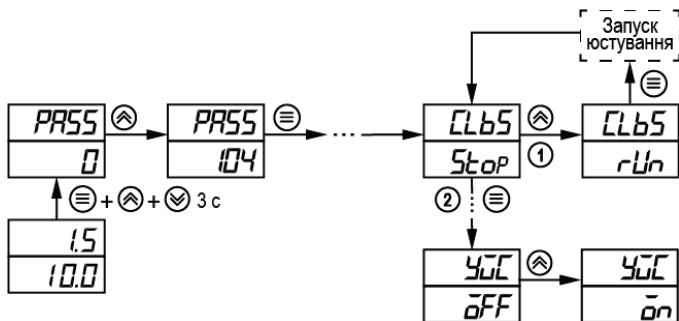

Рисунок 8.6 – Послідовність дій під час юстування
5. Встановити у параметрі $\bar{c}Lb5$ значення rUn і натиснути кнопку  (див. *рисунок 8.6*, крок 1).
6. Увімкнути автоматичну корекцію ЕРС ТП по температурі її вільних кінців, встановивши в параметрі YUL значення \bar{on} (див. *рисунок 8.6*, крок 2).